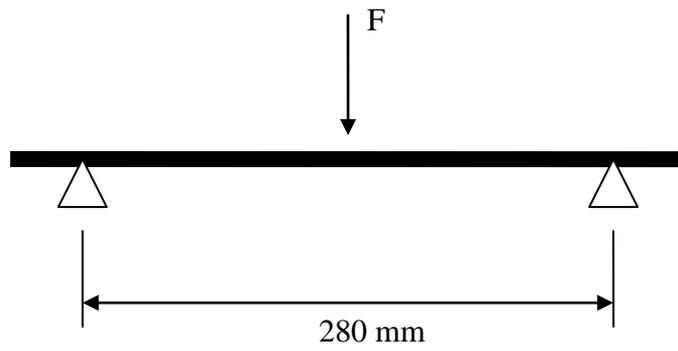

Fig. 1: Flessione a 3 punti
2. Il pezzo sarà caricato a flessione a tre punti secondo lo schema di Fig. 1.